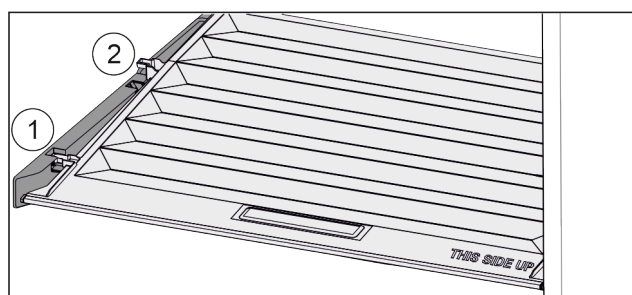

Fig. 27
- Vytáhněte víko dopředu až k otvoru v přídržných dílech Fig. 27 (1).
- Vzadu zespuďte nadzvedněte a vyjměte směrem nahoru Fig. 27 (2).